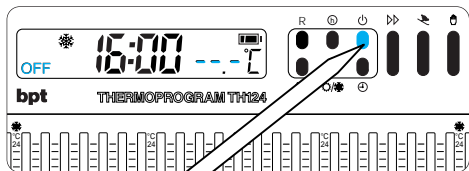

Fig. 42
**13.4** - Premere il pulsante ⏻ (fig. 42).